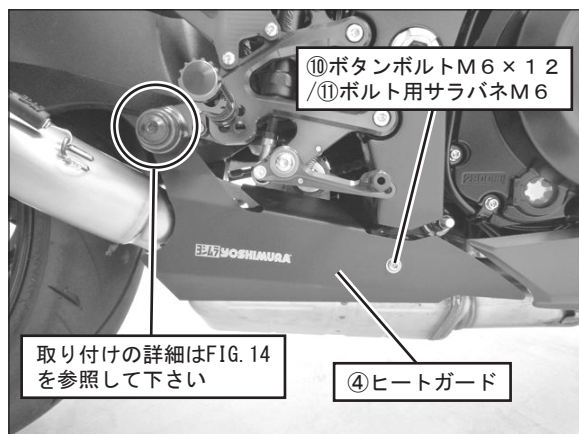

FIG. 13
- 1 1. ④ヒートガードを⑩ボタンボルトM6×12、⑪ボルト用サラバネM6、純正ボルト、純正ワッシャ、純正ナットを使用して取り付け、規定トルクで締め付けて下さい。（FIG. 13. 14参照）